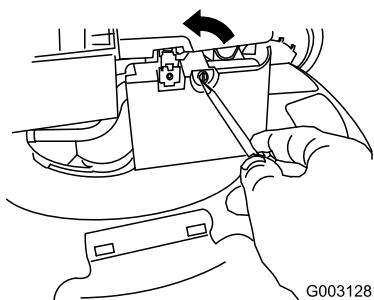

Figure 39
- Ouvrez le couvercle du filtre à air avec un tournevis (Figure 39)